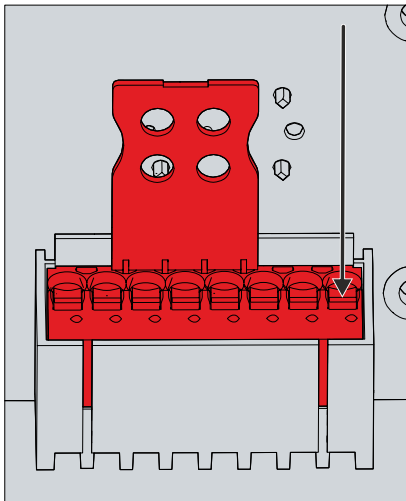

Abb. 31: Leitungen trennen
1. Drücken Sie mit einem Schraubendreher leicht in die jeweilige viereckige Öffnung auf der Steckerleiste (siehe Abb. 31).